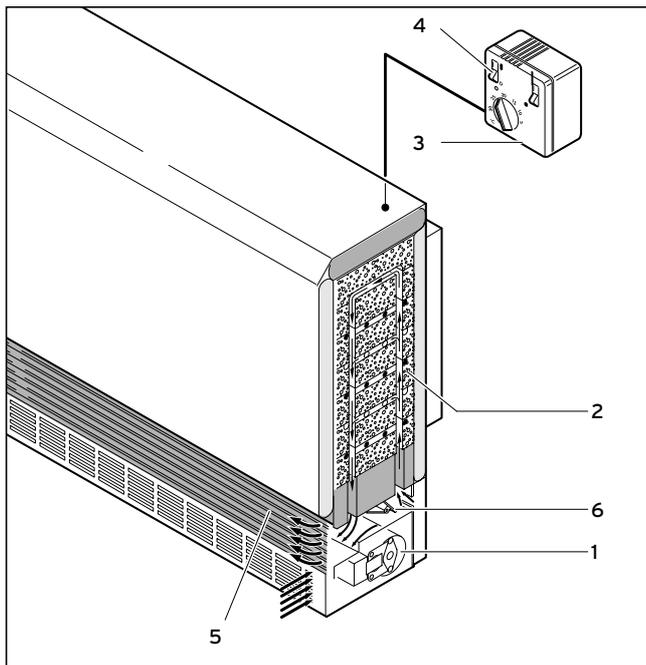
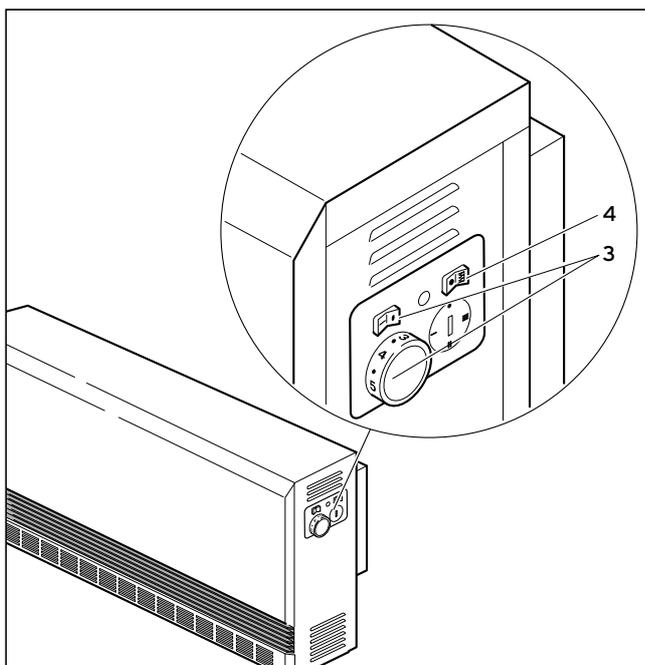

Abb. 3.2 Entladeregulation über wandmontierten Raumtemperaturregler
Abb. 3.3 Entladeregulation über integrierten Raumtemperaturregler
Die Entladung erfolgt automatisch. (Abb. 3.2: Regelung über wandmontierter Raumtemperaturregler; Abb. 3.3: Regelung über integrierten Raumtemperaturregler)
Bei Unterschreiten der von Ihnen am Raumtemperaturregler (3) (Abb. 3.2/3.3) eingestellten Solltemperatur läuft der Lüfter (1) an und fördert Raumluft durch die Luftkanäle des Speicherkerns (2). Der dabei erwärmten Luft wird anschließend über die Luftmischklappe (6) so viel kühle Raumluft zugemischt, dass der eingestellte Solltemperaturwert nicht überschritten wird (die Stellung der Luftmischklappe wird automatisch mittels eines Bimetallreglers gesteuert). Die erwärmte Luft wird über das Luftaustrittsgitter (5), zu einem geringen Teil auch über die Geräteoberfläche, an den Raum abgegeben. Der Raumtemperaturregler regelt die Entladung automatisch so, dass die gewünschte Raumtemperatur konstant gehalten wird.